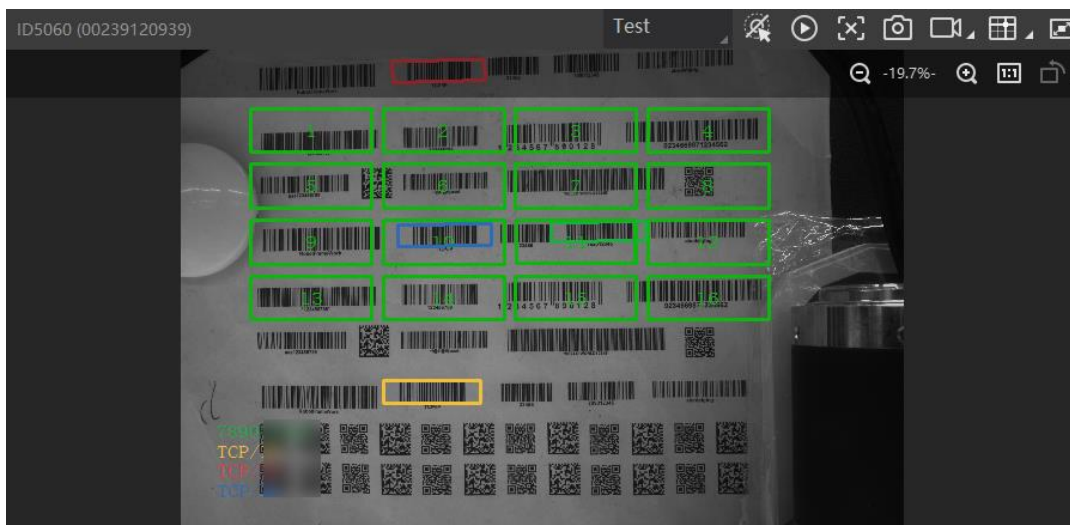

图4-16 批量绘制 ROI
4. 点击“确定”，预览窗口将显示绘制的阵列 ROI，如图 4-16 所示。